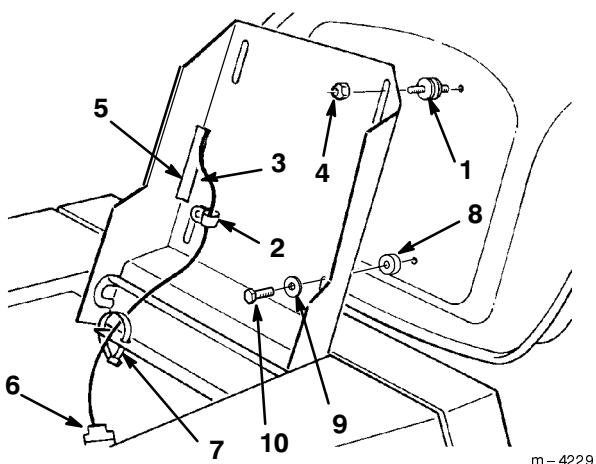

Bild 2
1. Schrauben Sie die beiden Sitzdistanzstücke (Gummi) auf die Unterseite des Sitzes auf (Bild 2), d.h. an den hinteren Löchern.
2. Positionieren Sie den Sitz auf dem Sitzunterteil, führen das Sitzschalterkabel durch den Schlitz und die Distanzstückbolzen durch die hinteren Befestigungslöcher (Bild 2). Sichern Sie die Bolzen locker mit zwei Sicherungsmuttern (5/16") ab.
3. Schieben Sie die Klemme über den Sitzschalterdraht (Bild 2).
4. Montieren Sie zwei Metalldistanzstücke linear mit den vorderen Löchern. Führen Sie eine Schraube (5/16 x 1-1/2") durch die Klemme und ziehen eine Scheibe (5/16") auf. Führen Sie diese Schraube durch das Sitzprofil und das Distanzstück in das linke vordere Sitzloch (Bild 2). Montieren Sie eine weitere Schraube (5/16 x 1-1/2") mit der Scheibe im rechten vorderen Loch im Sitz.